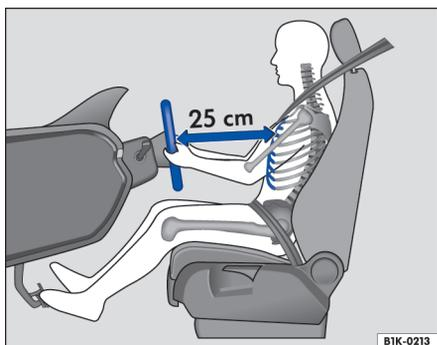

图 56 驾驶员与方向盘之间至少保持为 25 cm 的距离
- 调节方向盘，使驾驶员胸部与方向盘之间至少保持 25cm 的距离⇒图 56。